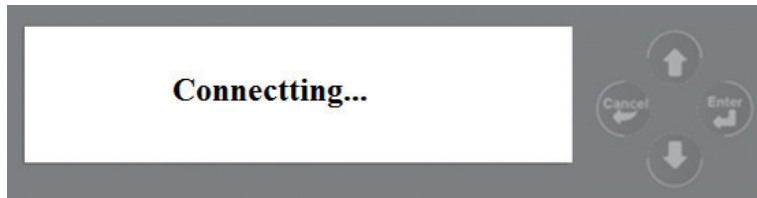
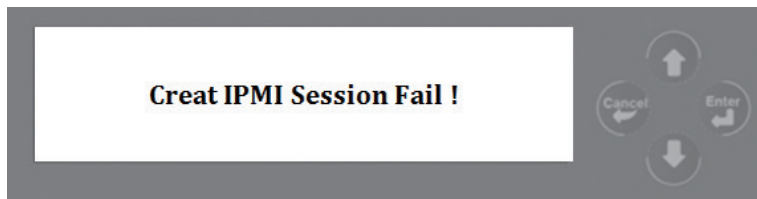
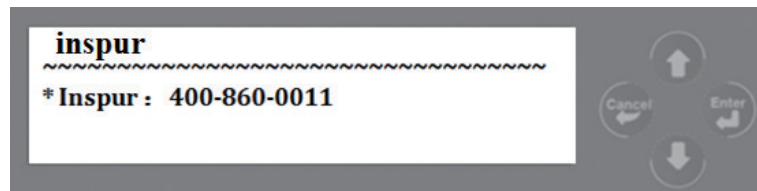

图 3
图 4
图 6
1、进入连接 BMC 界面如图 3，若 BMC 正常工作（正常连接以及正常获取工作模式）则会进入主菜单界面，否则会报错如图 4、5 并进入客户电话界面如图 6：